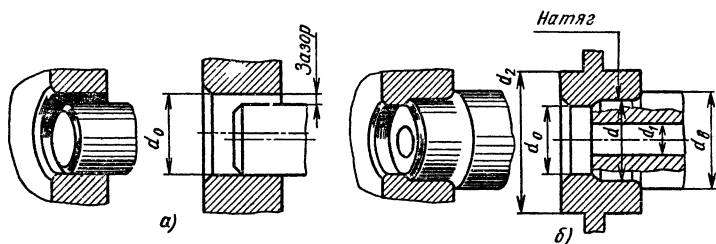

Рис. 9.18
9.11. Соединение деталей может осуществляться за счет посадки одной детали на другую. В посадках (рис. 9.18, а) обеспечивается зазор в соединении. В этом случае детали легко перемещаются относительно друг друга. В посадках с натягом рис. 9.18, б в соединении обеспечивается натяг. Такие посадки (на рис. 9.19 — показаны поля допусков посадок p , r , s ... по ГОСТ 25347—82) могут обеспечивать передачу вращающего момента без применения шпонок, клиньев, болтов и т. п.